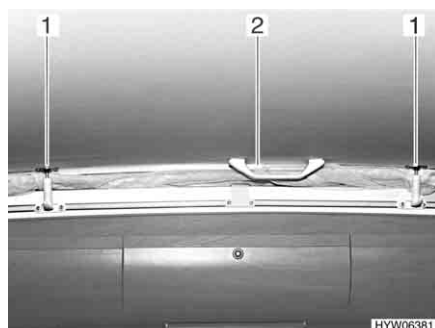

Fig. 25 Tetto sollevabile, chiuso
- Estrarre tutti i tenditori (Fig. 25,1) dal supporto, tirandoli verso il basso.
- Premere il tetto sollevabile verso l'alto mediante le maniglie (Fig. 25,2).
- Premere il tetto sollevabile verso il basso mediante le maniglie (Fig. 25,2).
- Tirare tutti i tenditori (Fig. 25,1) verso il basso e arrestarli.